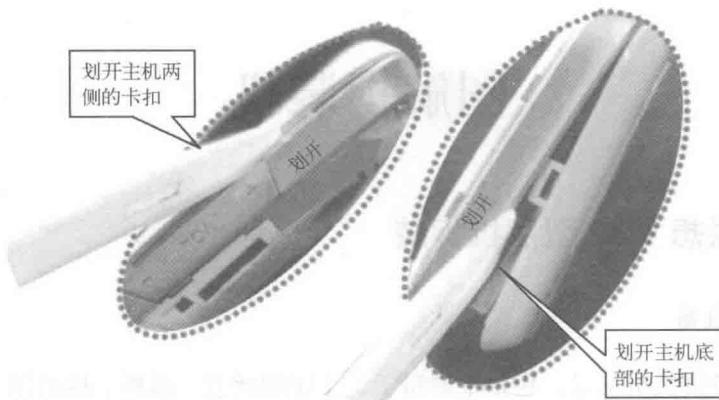

图 1-2 划开主机前壳卡扣
(1) 将撬棒插入主机前后壳之间的缝隙，从拍照键位置沿着壳体缝隙向上移动，依次松开壳体一侧的两个卡扣。然后翻转主机，使用同样方法分离主机另一侧的卡扣，以及主板底部的卡扣，如图 1-2 所示。